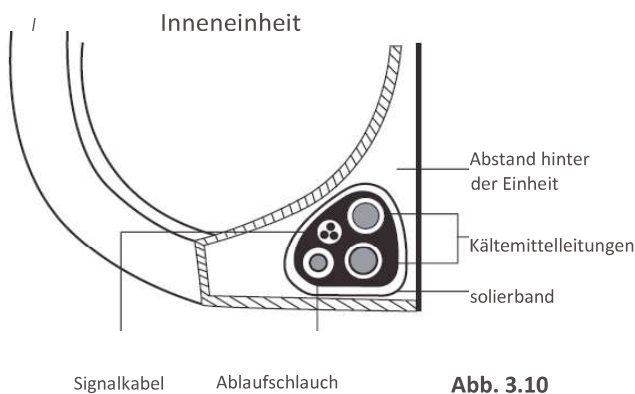

Abb. 3.10
- Bündeln Sie Ablaufschlauch, Kältemittelleitungen und Signalkabel gemäß **Abb. 3.10**.